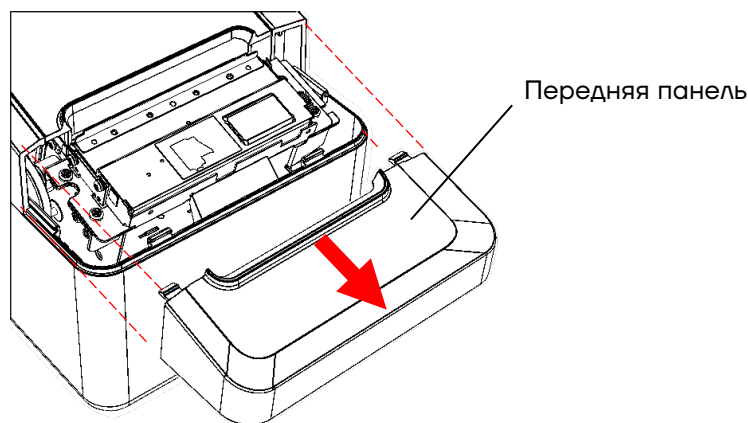

Рисунок 9. Передняя панель отделена от корпуса ККТ
- 21** Установить переднюю панель (рисунок 9).